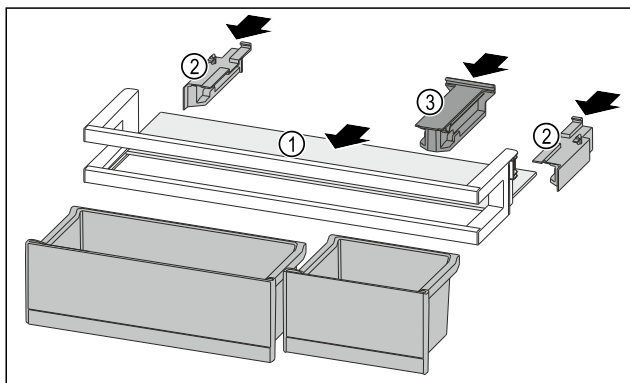

Fig. 213
- Umetnite policu Fig. 213 (1) u bočna udubljenja.
- Umetnite bočne dijelove Fig. 213 (2).
- Umetnite pridržni dio Fig. 213 (3).